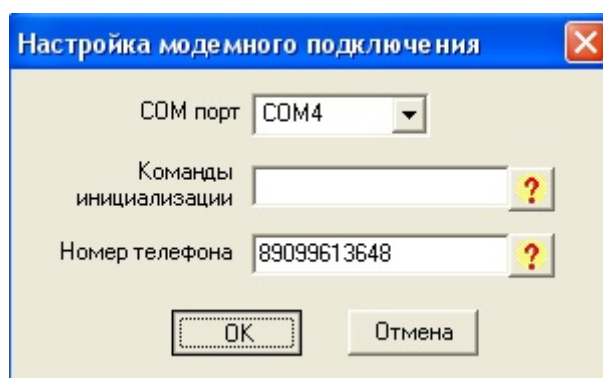

Рис.3.3
- 5) Не закрывая окно «Добавить узел», нажать на кнопку «Настройка..», где указать COM-порт, к которому присоединён модем, а так же телефонный номер SIM-карты, установленной в другой модем (модем, подключенный к ПЛК). (Рис.3.3).